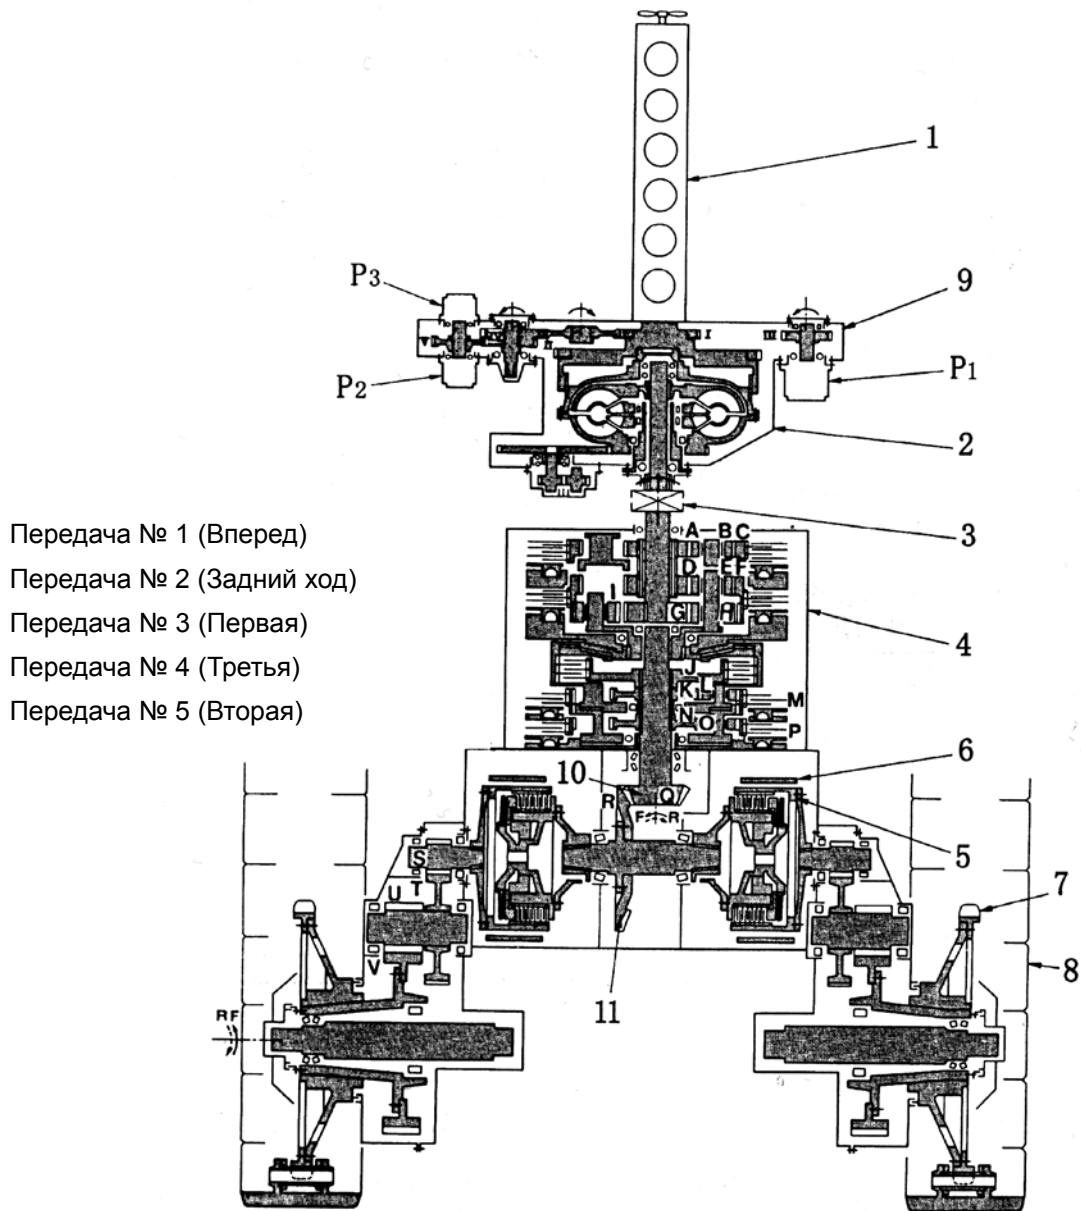

Рис. 1-4.
1.2.10 Трансмиссия (см. рис. 1-4)